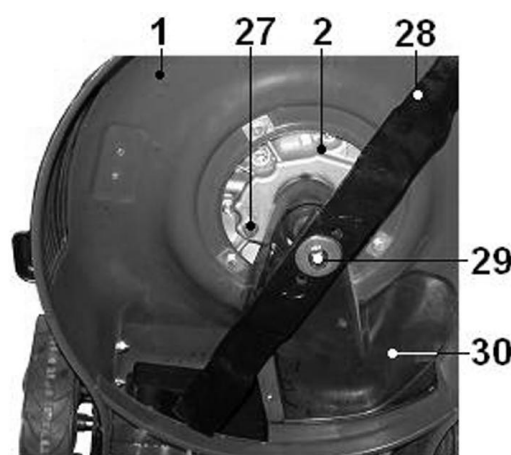

Рис. 19
9.7. Замена режущего ножа (Рис. 19)